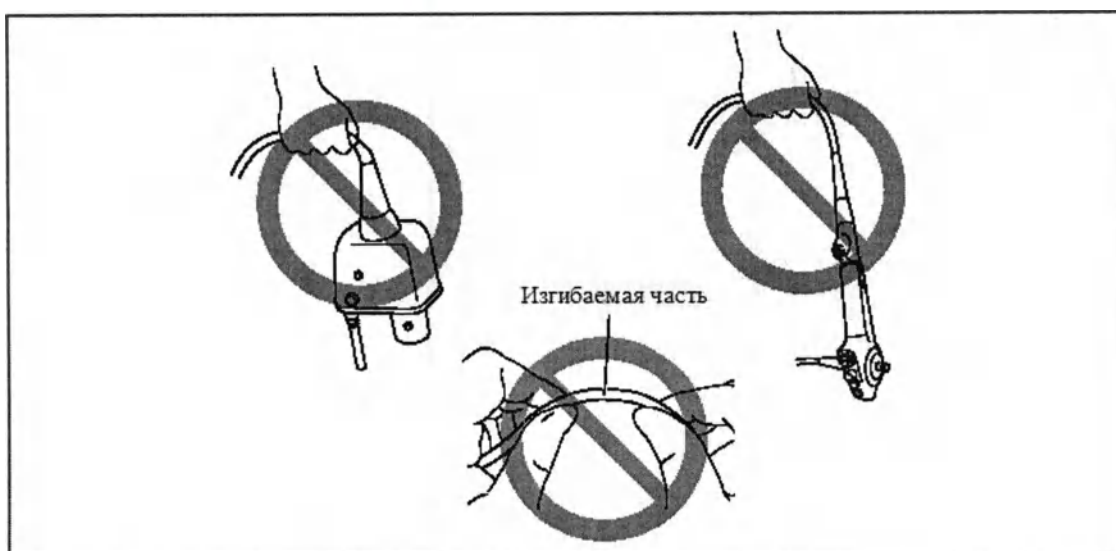

Рисунок 1.3
- При транспортировке эндоскопа НЕ несите и НЕ берите его только за кабель видеопроцессора или вводимую часть. Кроме того, не сжимайте и не сгибайте чрезмерно изгибаемую его часть (рисунок 1.3). Иначе это приведет к повреждению инструмента.